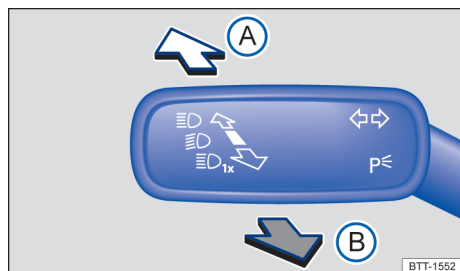

Fig. 83 Pe coloana de direcție stânga: Maneta de semnalizare și pentru faza lungă.
2. Împingeți maneta din poziția de mijloc spre înainte → fig. 83.
1. Trageți maneta din poziția de mijloc spre înapoi → fig. 83.
1. Trageți maneta din poziția de mijloc spre înapoi și mențineți-o → fig. 83.